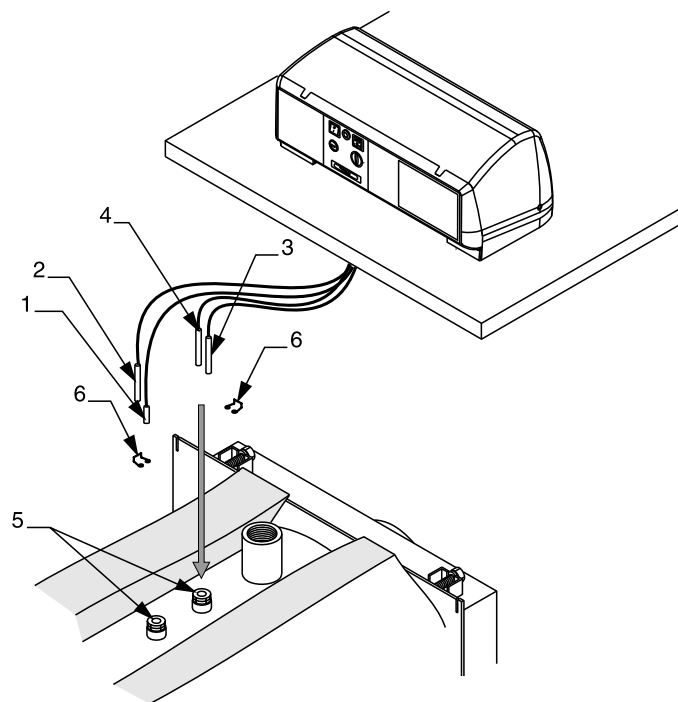

fig. 28
- D) Inserire nelle guaine i bulbi degli strumenti come indicato in fig. 28, far passare i cavi elettrici attraverso i passacavi laterali dal lato in cui si vuole uscire ed eseguire il collegamento elettrico del pannello comandi alla linea di alimentazione, al bruciatore ed alle eventuali pompe, etc.
- E) Fissare il rinforzo pos. 6, al pannello superiore pos. 5 e premerlo fino ad agganciare i piolini di giunzione con i fianchi.
- F) Fissare le targhette dati di caldaia ed installazione (pos.7) al pannello laterale dopo aver sgrassato la parte interessata con apposito solvente.